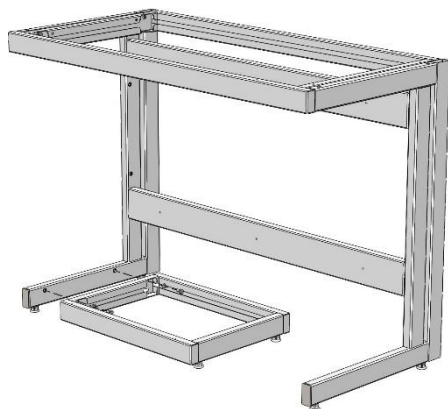

Рис. 7
- 7. Установить раму для тумб, используя болты М8х16, шайбы 8 и предусмотренные в боковинах заклёпки-гайки М8 (Рис. 7; 8)**